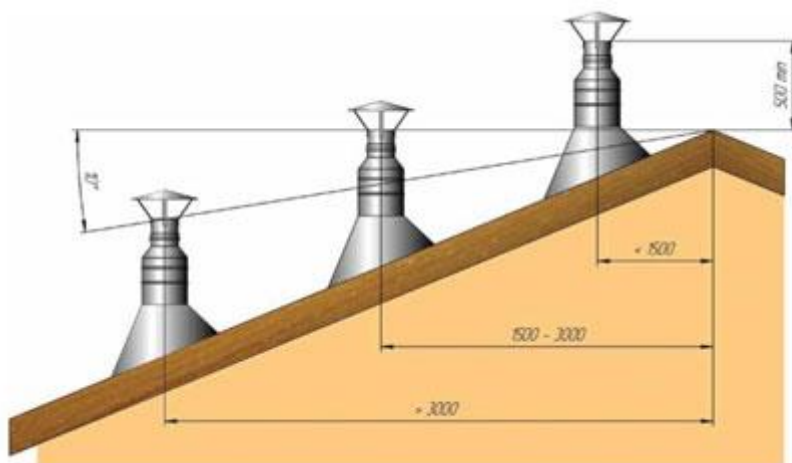

Рис. 1. Возвышение дымохода над кровлей.
- Возвышение дымохода над коньком / парапетом определяется по схеме (Рис. 1).